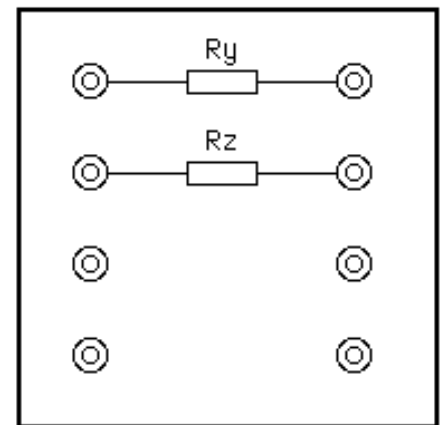

Figura 1.1
- 15.- Tome dos resistencias de carbón del lote, que tengan valores consecutivos, registre sus valores en la siguiente tabla, y móntelas en la baquelita con ayuda de los pines, tal como aparece en la figura 1.1. Realice por lo menos tres mediciones de cada una de ellas, registrando la medición con el error correspondiente.